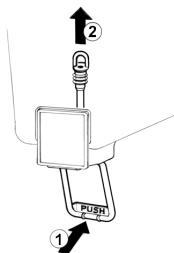

figura 2
- 5 Rubinetto a gommino:** premere (1) la leva comando rubinetto e sfilare (2) il gommino dal foro d'uscita del contenitore (vedere figura 2).